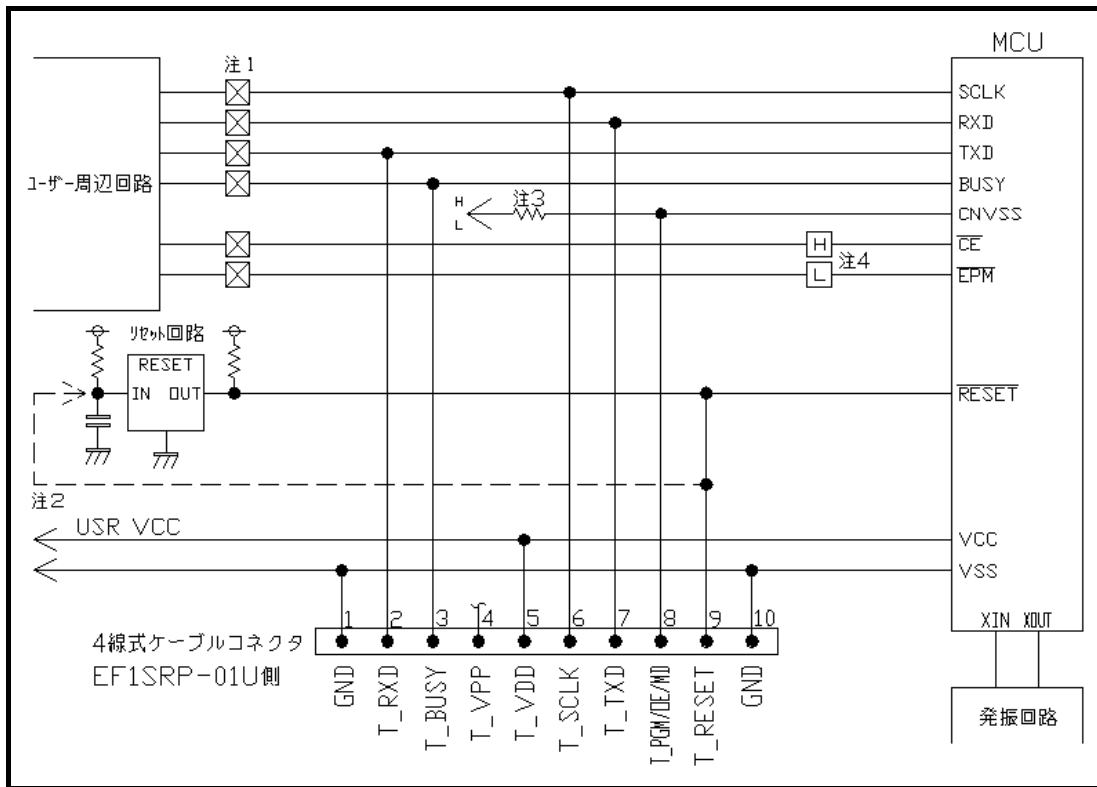

図4.1 ユーザーターゲット推奨回路図
(1) M16C/62、80、M32C/83グループのユーザーターゲットMCU推奨回路を図4.1に示します。